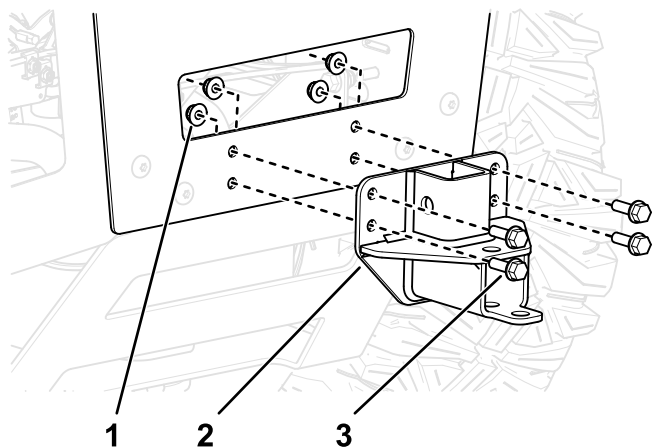

Figura 14
3. Montate la staffa del supporto del cesto di raccolta sulla macchina, come illustrato nella Figura 14.